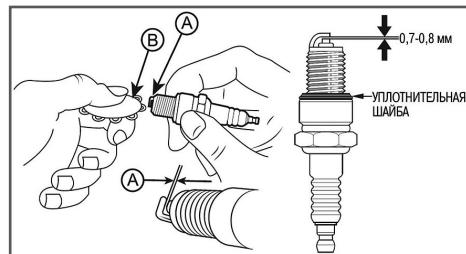

Рис. 22 Зазор между электродами свечи зажигания
3. Выкрутите из топливного бака выходной штуцер 4 и произведите его очистку (Рис. 22). Внимательно осмотрите сетчатый фильтр. При обнаружении механических повреждений замените штуцер топливного бака.
- Измерьте зазор А между электродами свечи зажигания специальным шупом В (Рис. 22). Зазор должен быть 0,7-0,8 мм (Рис. 22). При увеличении или уменьшении требуемого зазора, рекомендуется заменить свечу, так как ре-